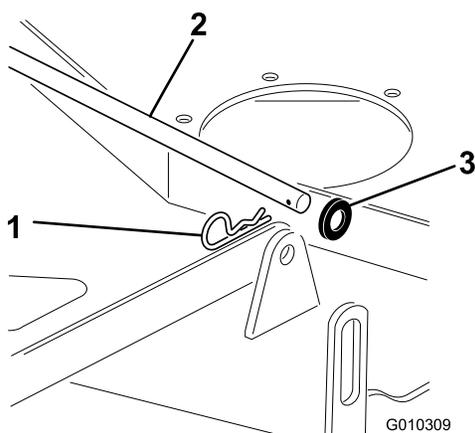

Figura 69
1. Retire el pasador de horquilla y la arandela que sujetan la varilla larga de acoplamiento al bastidor y a la carcasa; retire la varilla de acoplamiento (Figura 69).
7. Instale la varilla de acoplamiento larga por la pletina de suspensión y la carcasa. Sujeta la varilla de acoplamiento con los pasadores de horquilla y las arandelas que retiró anteriormente (Figura 69).